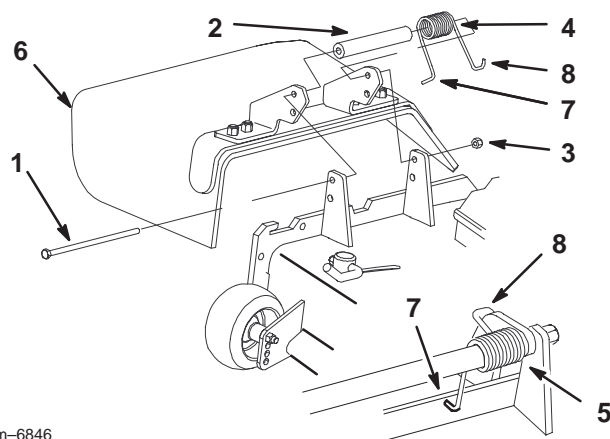

Figure 79
1. Retirez le contre-écrou, le boulon, le ressort et l'entretoise qui fixent le déflecteur aux supports de pivot (Fig. 79). Enlevez le déflecteur s'il est endommagé ou usé.
**Remarque :** Prenez soin de placer l'extrémité en **L** du ressort derrière le bord du plateau avant de mettre le boulon en place, comme indiqué à la Figure 79.
3. Remettez le boulon et l'écrou. Accrochez l'extrémité crochue en **J** du ressort au déflecteur d'herbe (Fig. 79).